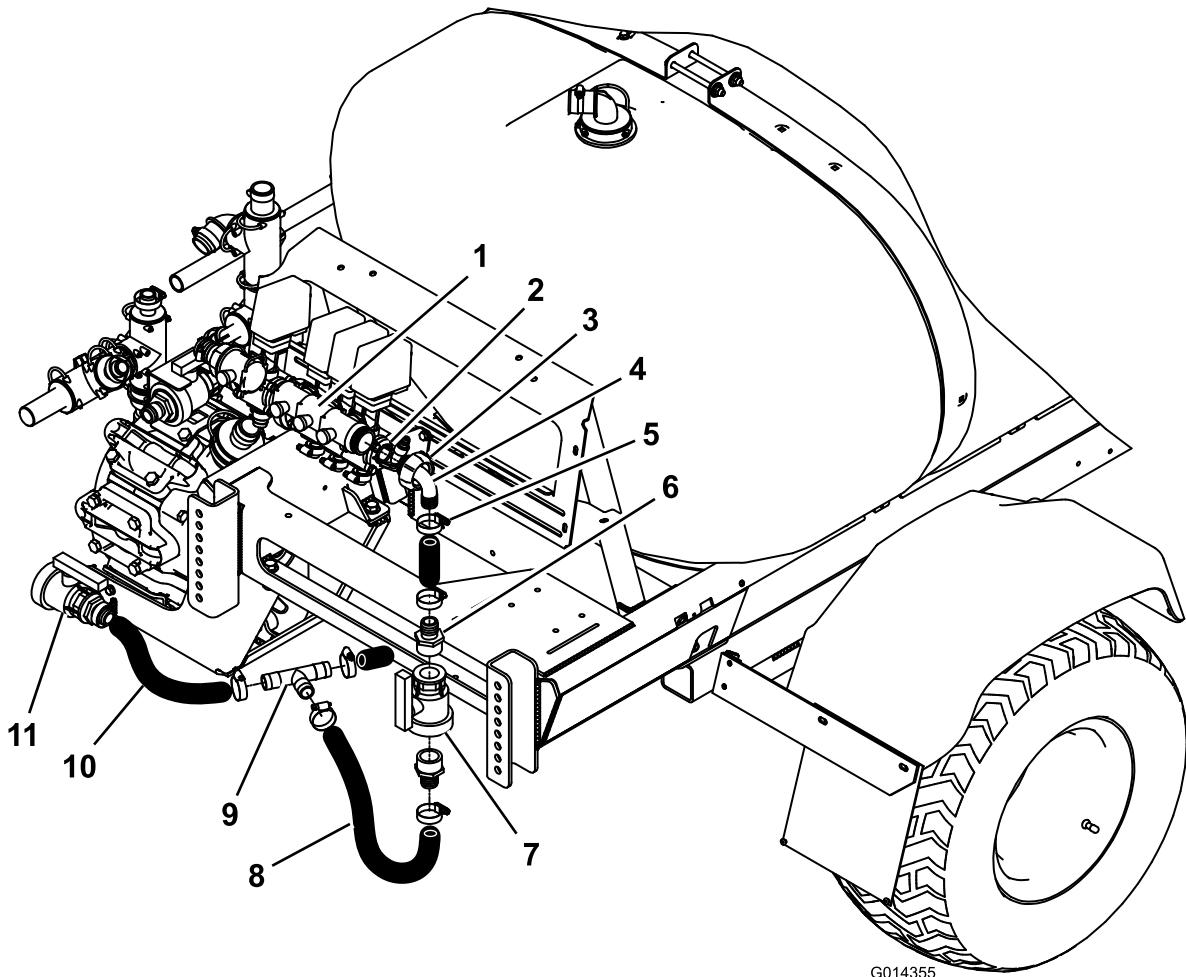

图3
4. 在 90 度弯头的凸缘端安装 O 形圈，然后将弯头插入平衡阀总成的右侧（图3）。
6. 在打药车下面找到排水管，在距离排水阀(图3)约 24 英寸 (61 厘米) 的位置割断软管。
7. 在软管每端滑上一个软管夹，然后在两端之间装上宝塔式三通接头(图3)。
9. 在距离弯头接头 2 或 3 英寸 (5 厘米或 7.6 厘米) 处割断搅拌旁通软管(图3)。
10. 将搅拌旁通软管安装在三通接头与弯头之间(图3)。
12. 如图3所示，插入球阀和 2 个直通宝塔接头以及 2 个软管夹。
13. 使用 2 个软管夹紧固球阀和 2 个直通软管接头(图3)。